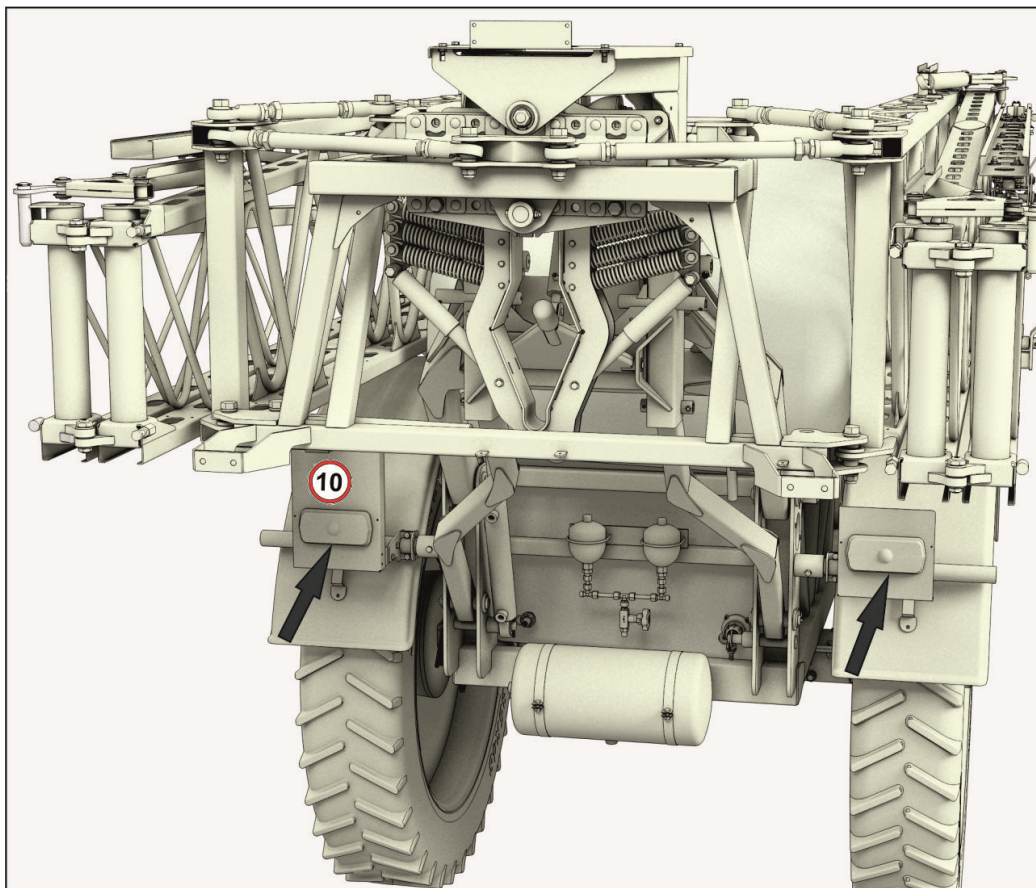

Рисунок 2.18 – Задние фонари
- фонари задние (рисунок 2.18);